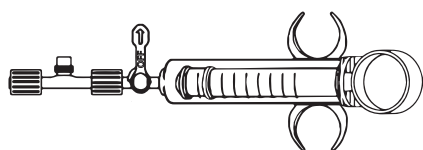
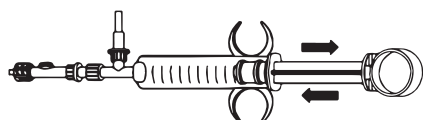

Figura 2. Alloggiamento del sensore, rubinetto e siringa
Figura 3. Riempimento ed eliminazione delle bolle d'aria con la siringa di controllo
2. Collegare la siringa al gruppo di valvole bidirezionali (Figura 3) o al rubinetto a tre vie (Figura 2).
10. Preparare il sistema aspirando ed eliminando la soluzione con una siringa (vedere Figura 3) fino a quando non vi sia più aria nell'intero sistema.